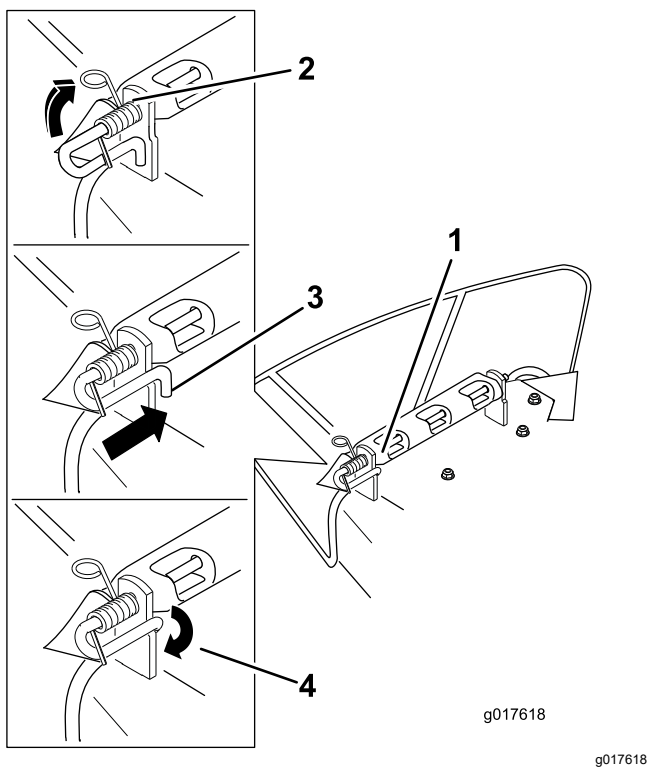

Figura 80
4. Coloque el nuevo deflector de descarga con los extremos de los soportes entre los soportes soldados de la carcasa, según se muestra en la Figura 80.
6. Coloque el muelle en la varilla como se muestra en la Figura 80, de manera que el extremo corto del muelle suba desde debajo de la varilla antes de la curva y pase por encima de la varilla después de la curva.
7. Levante el extremo del muelle que tiene bucle y colóquelo en la muesca del soporte del deflector (Figura 80).
8. Fije el conjunto de varilla y muelle torciéndolo de manera que el extremo corto de la varilla se coloque detrás del soporte delantero que está soldado a la carcasa (Figura 80).